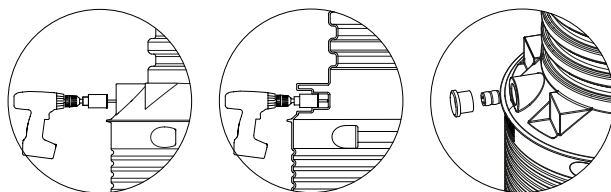

Fig. 9
- 8 Fortsätt att fylla upp med sorterat rörgravsgrus grus 0/8 enligt tabell CE/3 (sid. 5) upp till underkant av avskiljarens överkant (fig. 9).
Den totala halslängden L skall i normalfallet vara lika lång som måttet ovkant avskiljare till färdig mark. Gör en markering där halsen skall kapas (fig. 9).